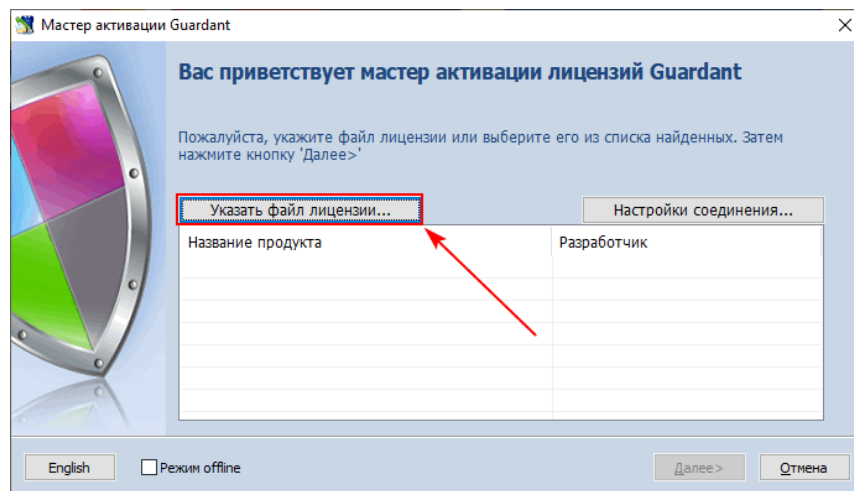

Рисунок 30 - Кнопка «Указать файл лицензирования...»
4. Нажмите **Указать файл лицензии...** (Рисунок 30).